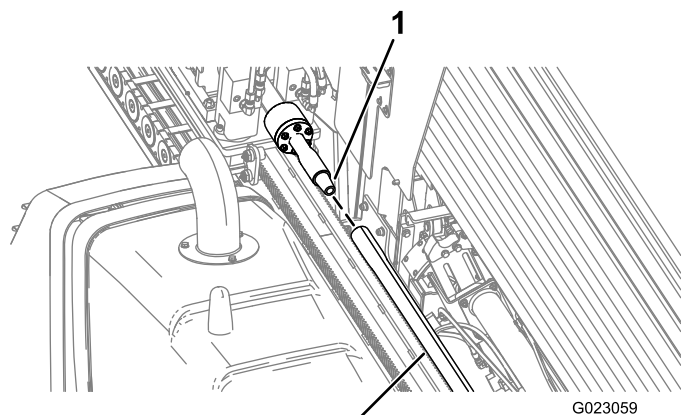

**Figure 87**
6. Faites tourner l'arbre de forage dans le sens horaire et déplacez le chariot lentement en avant pour insérer l'arbre dans le côté femelle de la tige (Figure 87).
- Faites tourner l'arbre de forage dans le sens horaire et déplacez le chariot lentement en avant pour insérer l'arbre dans le côté femelle de la tige (Figure 87).